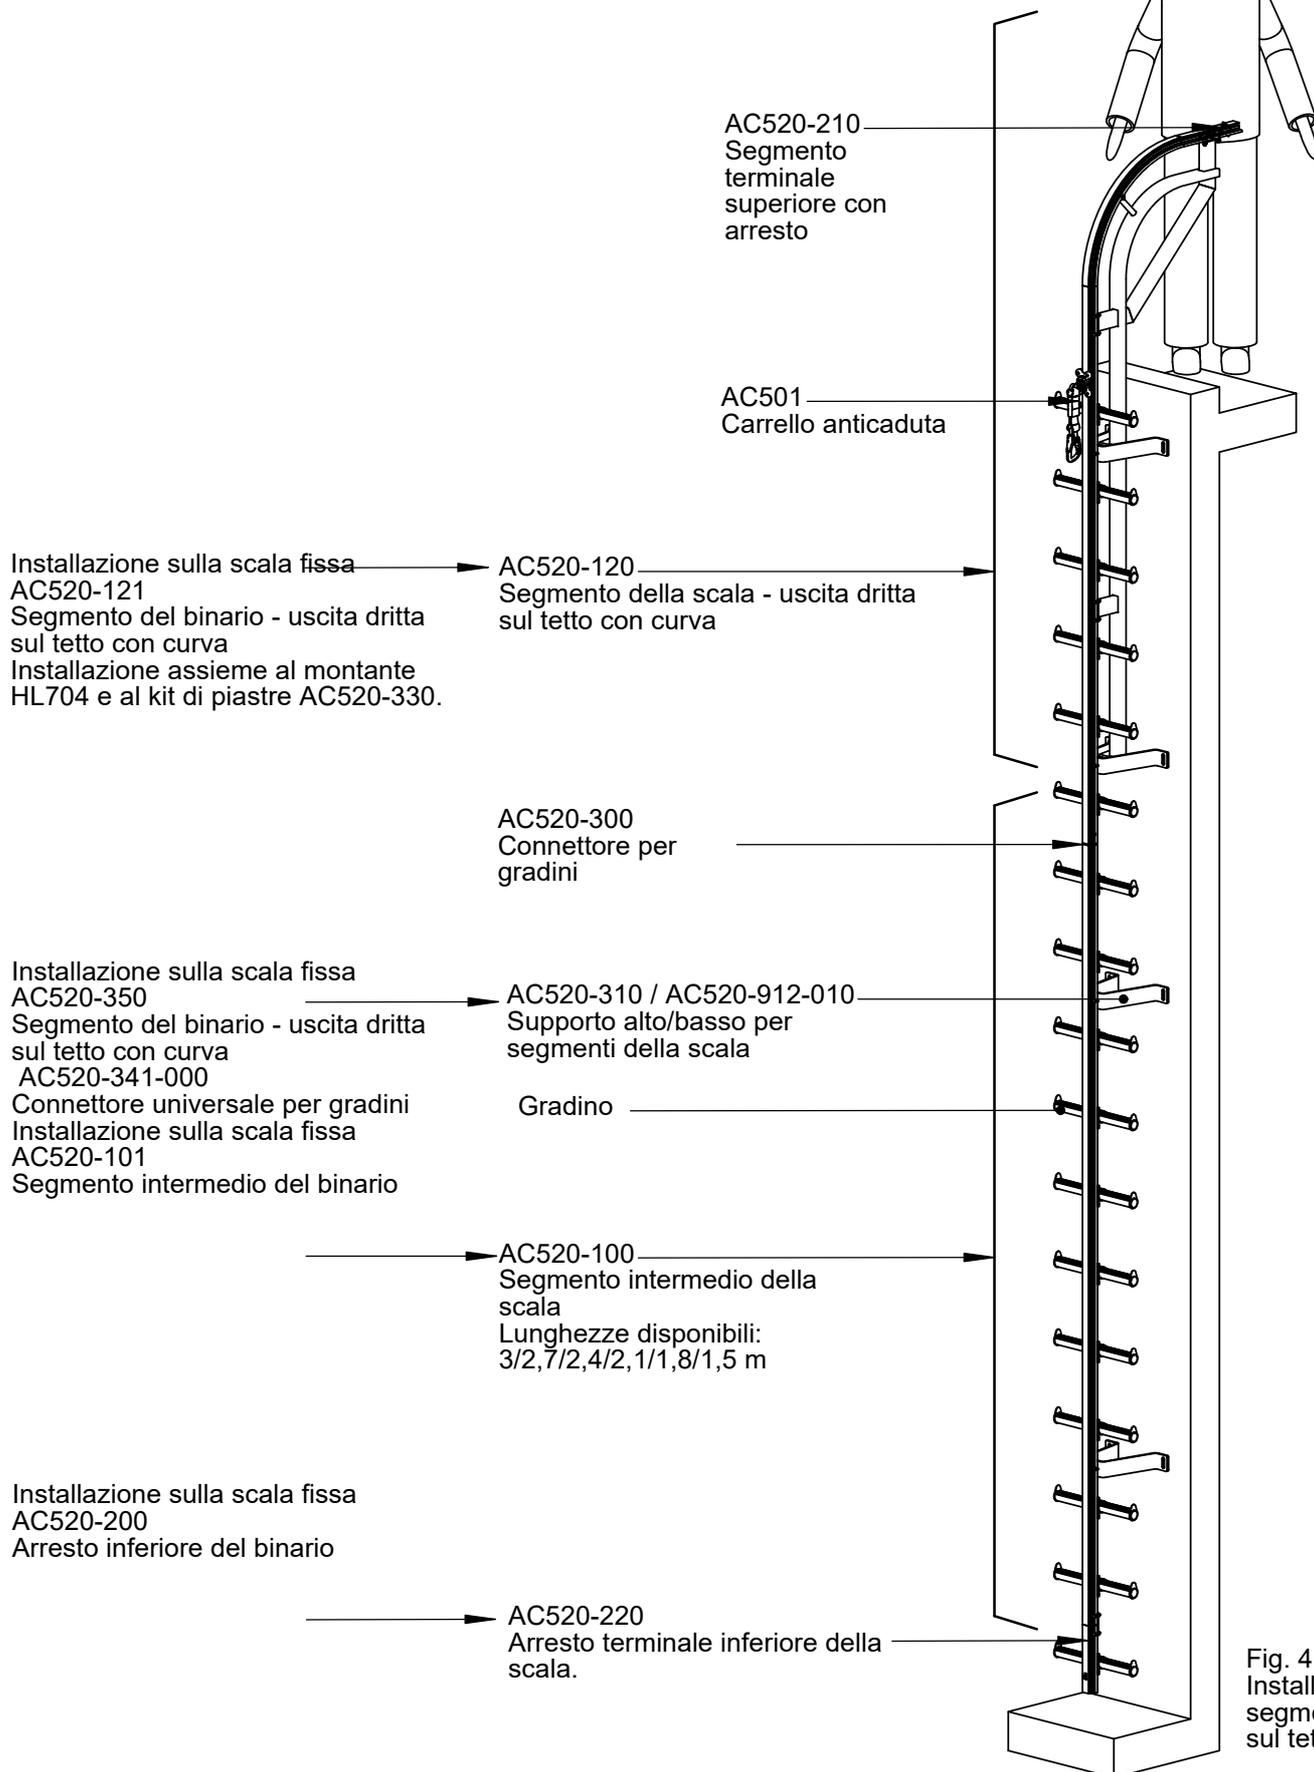

Fig. 4.2.4
4.2.4 CONFIGURAZIONE "D" - INSTALLAZIONE CON IL SEGMENTO DI USCITA SUL TETTO CON CURVA (Fig. 4.2.4)